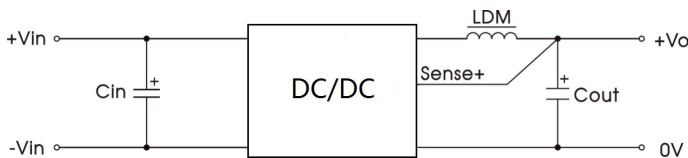

图 2
注: ①纹波噪声测试时具体操作方法参见图 2 及《非隔离模块电源应用指南》;
②过温保护形式为产品输出关断。
(1)产品测试及应用时, 请按照(图 2)推荐的测试电路进行; 务必输入端外接一个电解电容  $C_{in}$ , 用于抑制输入端可能产生的浪涌电压, 输出端外接一个电感和电解电容  $C_{out}$ , 用于输出滤波。